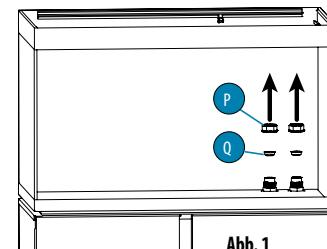

Abb. 1
- Drehen Sie den Deckel (P) mit der Hand heraus und entfernen Sie den Deckel (Q) aus der Öffnung (O) (Abb. 1). **WICHTIG: Bewahren Sie die Deckel (P) und (Q) auf.**
- Drehen Sie den Deckel (P) mit der Hand heraus und entfernen Sie den Deckel (Q) aus der Öffnung (I). (Abb. 1). **WICHTIG: Bewahren Sie die Deckel (P) und (Q) auf.**